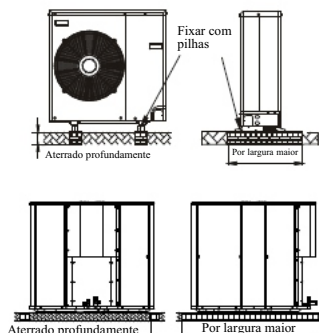

Fig.6
- 5) Adotar a fundação de concreto, por favor consultar à Fig 6.